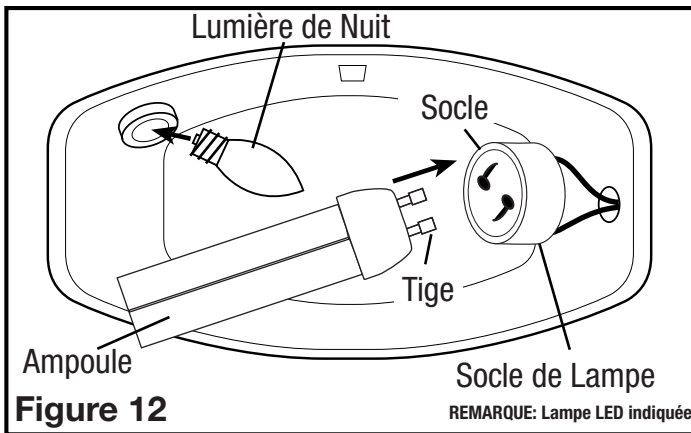
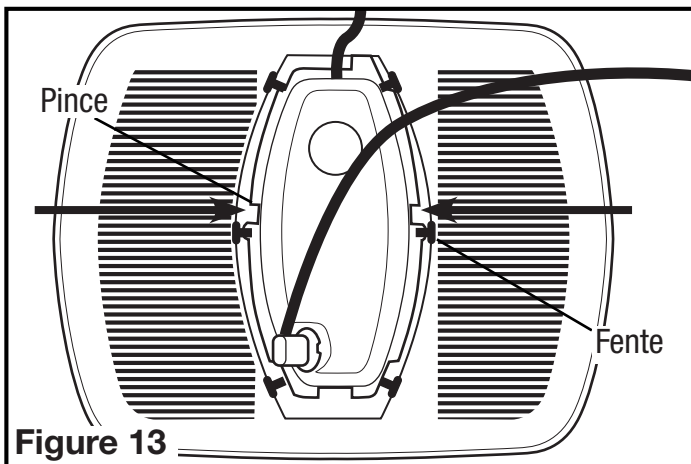

Figure 12
Figure 13
4. Installez la lampe dans la douille en alignant les broches de la base de la lampe à la prise de la douille de lampe. Tournez le corps de la lampe dans le sens horaire jusqu'à ce que la lampe s'enclenche et est fermement en place dans la douille. Installer une ampoule de type C7 d'un maximum de 4 watts (culot de type candélabre) de la lumière de nuit (non comprise) dans le support de lampe latéral (Figure 12).
3. **Remplacer la lampe :** coupez l'alimentation de l'appareil. Retirez la grille en tirant vers le bas sur la grille et en serrant ensemble les ressorts de la grille pour libérer de logement (**Figure 13**). Retirez le réflecteur de la grille en faisant glisser les encoches du réflecteur du dessous des pinces des lentilles du gril (**Figure 12**).
5. Installez le réflecteur sur la grille en plaçant les fentes sur le côté du réflecteur au-dessus des pinces de la lentille, près du centre de la grille. Tout en pressant le milieu du réflecteur, faites-le glisser de sorte que les encoches en plastique reposent sous les clips de l'objectif et le réflecteur soit sécuritaire (**Figure 13**).